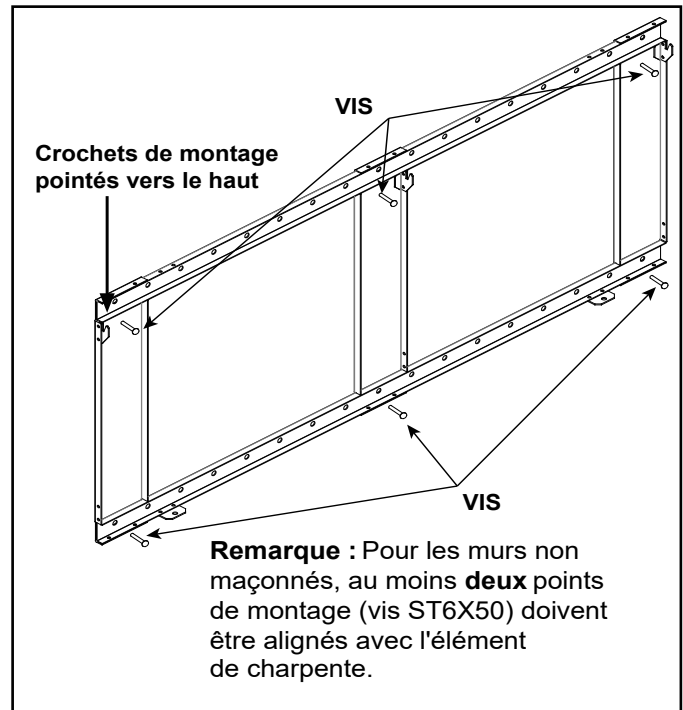

Figure 4.8 Fixation des supports
- Avec les crochets de fixation pointés vers le haut, fixez le support aux ancrages de maçonnerie avec des vis ST6X50. Voir la figure 4.8.